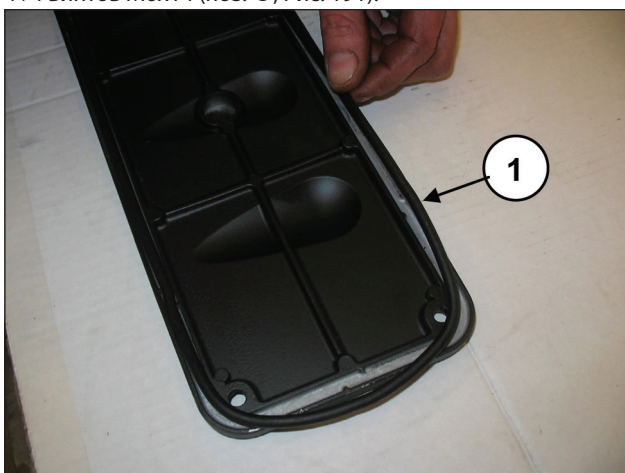
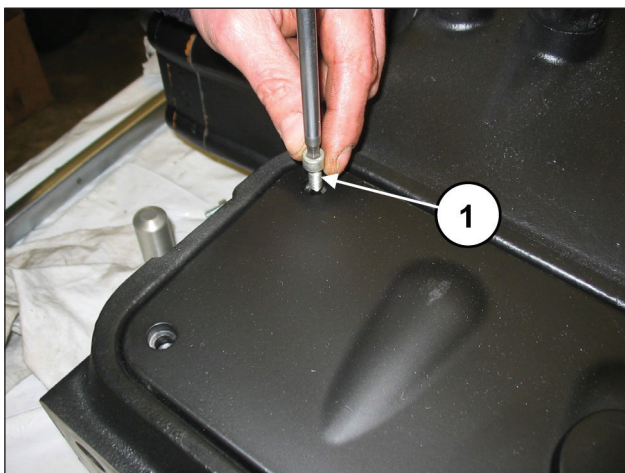

Рис. 190
Рис. 191
Вставьте в смотровые крышки уплотнительные кольца (поз. ①, Рис. 190) и установите крышки с использованием 4+4 винтов М6х14 (поз. ①, Рис. 191).